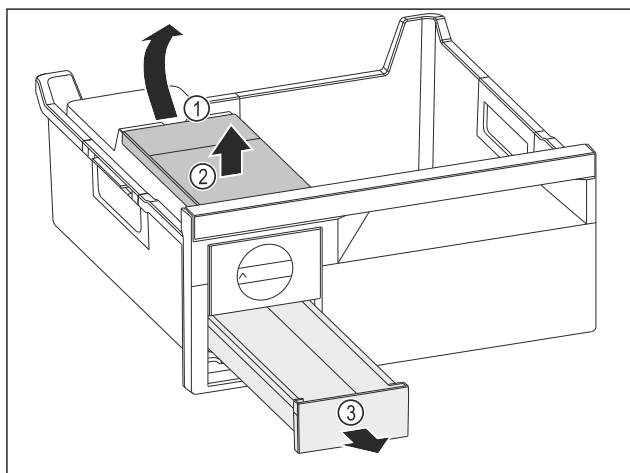

Fig. 153
- Retirer le réservoir d'eau : Soulever le réservoir d'eau hors de l'évidement Fig. 153 (1).
- Retirer le réservoir d'eau Fig. 153 (2) vers le haut.
- Retirer le compartiment à glaçons Fig. 153 (3) vers l'avant.